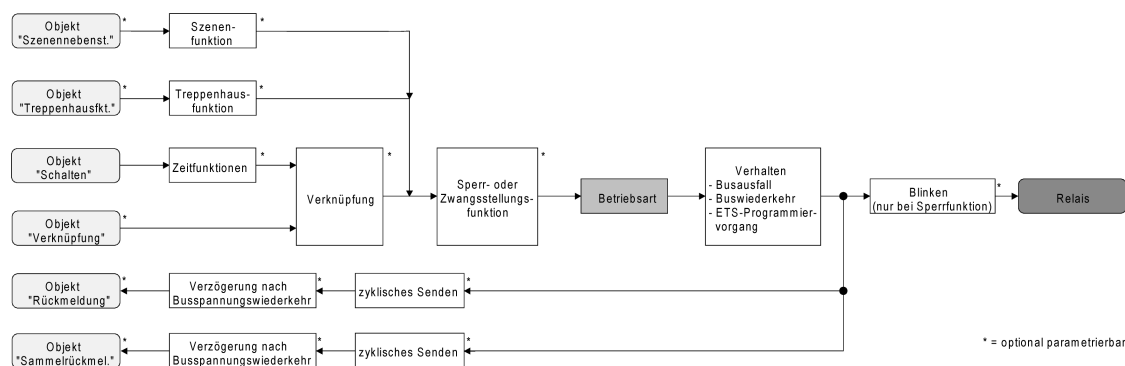

Bild 16: Funktionsschaltbild "Betriebsart"
- i** Der logische Schaltzustand ("ein - 1" oder "aus – 0") wird durch das Kommunikationsobjekt "Schalten" eingestellt und durch die Funktionen beeinflusst, die optional aktiviert werden können (z. B. Zeit-/Treppenhausfunktionen, Verknüpfungen, Sperr-/Zwangsfunktionen, Szenen) (Bild 16).